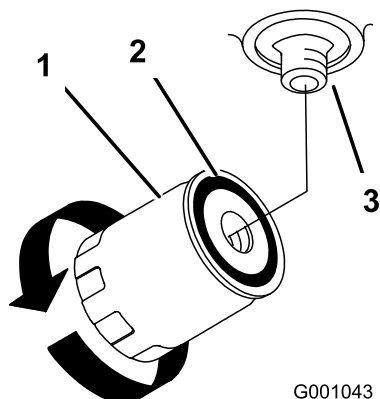

Figura 76
4. Retire el filtro usado y limpie con un paño la superficie de la junta del adaptador del filtro (Figura 76).
7. Gire el filtro en el sentido de las agujas del reloj hasta que la junta de goma entre en contacto con el adaptador del filtro, luego apriete el filtro media vuelta más (Figura 76).